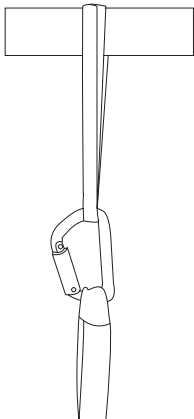

Fig. 1A: ancoraggio orizzontale
2. Collocare la cinghia di ancoraggio attorno a una struttura e nel moschettoni, fig. 1A.